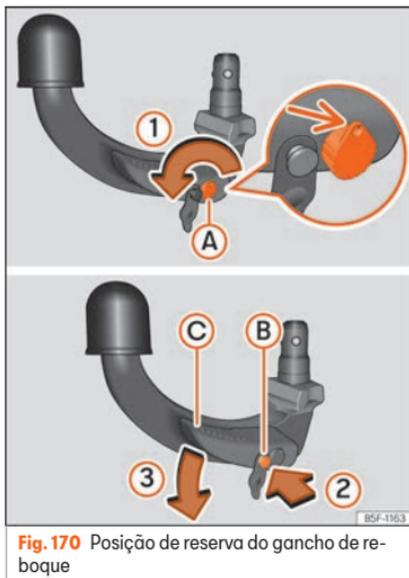

Fig. 170 Posição de reserva do gancho de reboque
- Insira e rode a chave no sentido da seta »» Fig. 170 (1) até que o orifício da chave fique acima (seta).
- Pressione o pino de desbloqueio »» Fig. 170 (B) no sentido da seta (2) e, ao mesmo tempo, pressione a alavanca (C) no sentido da seta (3) até ao limite.